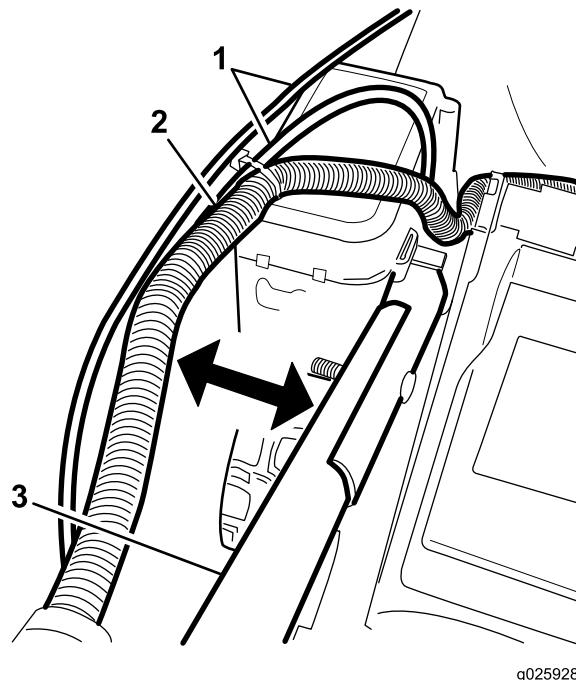

Figure 4
1. Bouton du guidon (2)
**Important:** Faites passer les câbles à l'extérieur du guidon quand vous dépliez le guidon (Figure 4).